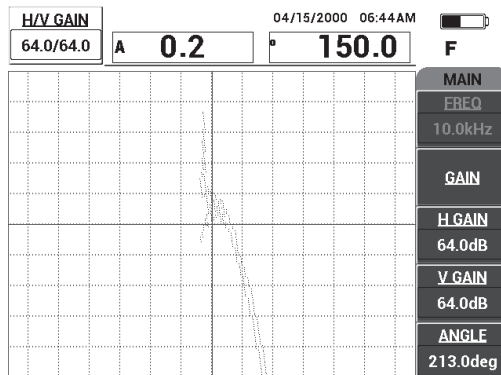

Figura 6-34 Regolazione dell'ampiezza del segnale
8. Premere il tasto GAIN (dB) ed in seguito regolare l'ampiezza del segnale in modo che il segnale da perdita di adesione si estende a circa 4 frazioni dalla posizione zero (reticolo) [vedere Figura 6-34 a pagina 160].